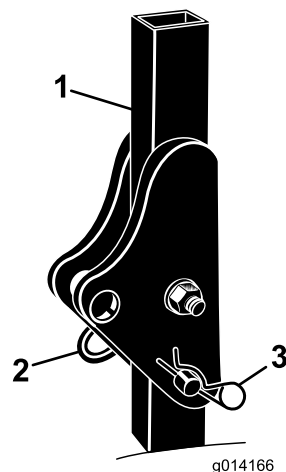

Figure 5
1. Retirez les goupilles fendues puis les deux axes de l'arceau de sécurité (Figure 5).
2. Relevez complètement l'arceau de sécurité puis insérez les deux axes et fixez ces derniers avec les goupilles fendues (Figure 5).